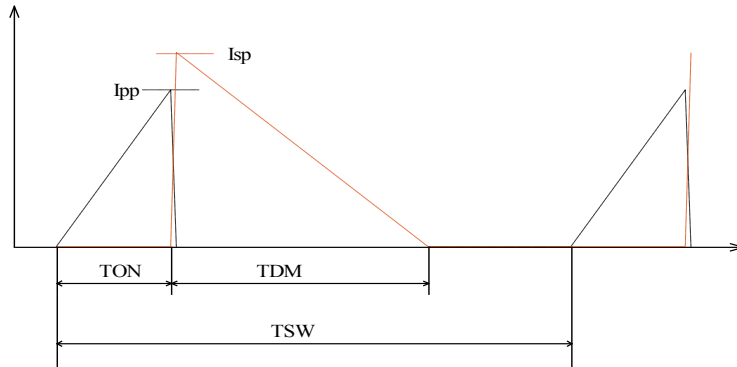

图 4 电流波形工作图
在 CC 模式下，CS 引脚的电流信息可以准确地调节次级平均电流。由于系统工作在 DCM 模式，参照下面的图 4，电流峰值 ( $I_{PP}$ )，匝数比 ( $N_P/N_S$ )，次级退磁时间 ( $T_{DM}$ )，和开关周期 ( $T_{SW}$ ) 确定次级平均输出电流。忽略漏电感的影响，平均输出电流由方程 (3) 得到。在 CC 模式下，只要辅助绕组可以保持 VCC 高于 UVLO 关闭阈值，当平均输出电流达到规定的基准电流时，在任何低于目标输出电压下都是工作在频率调制模式 (FM) 下的。